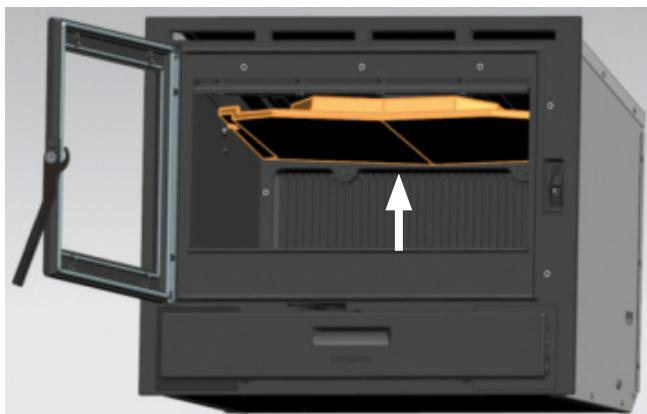

FIG. 4
- Deslizar o defletor para cima, levante mais um lateral do que o outro até poder baixá-lo entre as duas placas e tirá-lo da lareira. (Fig. 4 - 5 - 6).